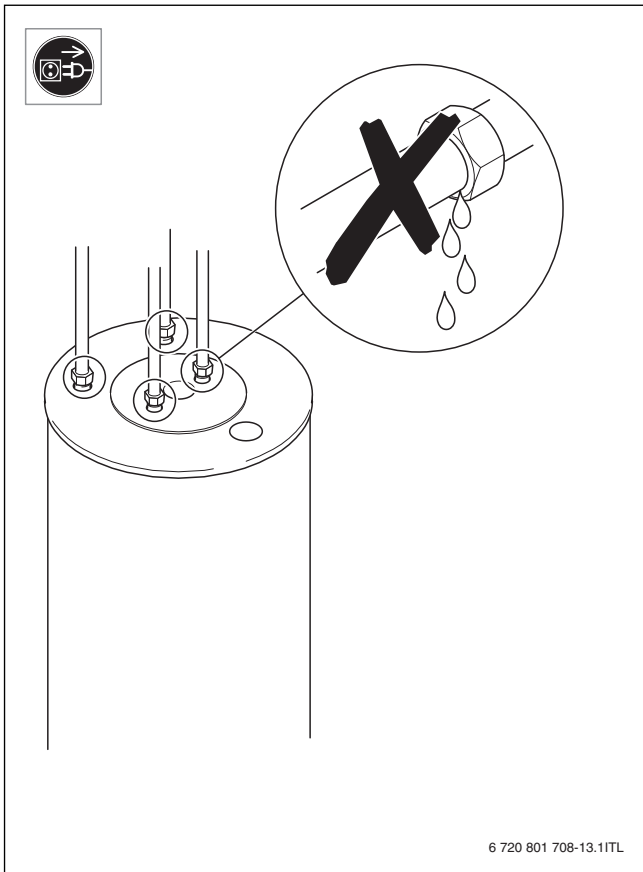

Fig. 12
- ▶ После нового заполнения проверьте отсутствие протечек (→ рис. 12, стр. 62).